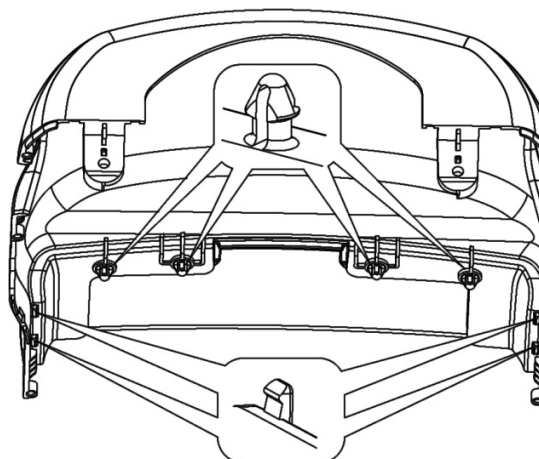

图 1.2.3 组合开关罩上护板
- (1) 用十字螺丝刀松掉图示三处螺钉。
- (2) 由于上下护板两侧均有卡脚，所以松掉各螺钉后双手分别放在组合开关上下护板两侧接合处并向内挤压，各卡脚即可脱开。
- (3) 尊享型、旗舰型取下组合开关上护板前，需将上护板与组合开关罩内板总成连接的裙边拆下（如图 1.2.3 所示）。